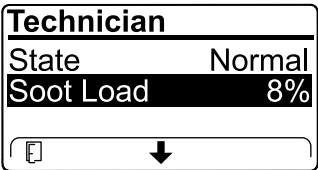

Bild 38
- Zeigen Sie die Rußlast an, die als Prozentsatz des Rußes im Dieselpartikelfilter (Bild 38) gemessen wird, siehe Tabelle für die Rußlast.